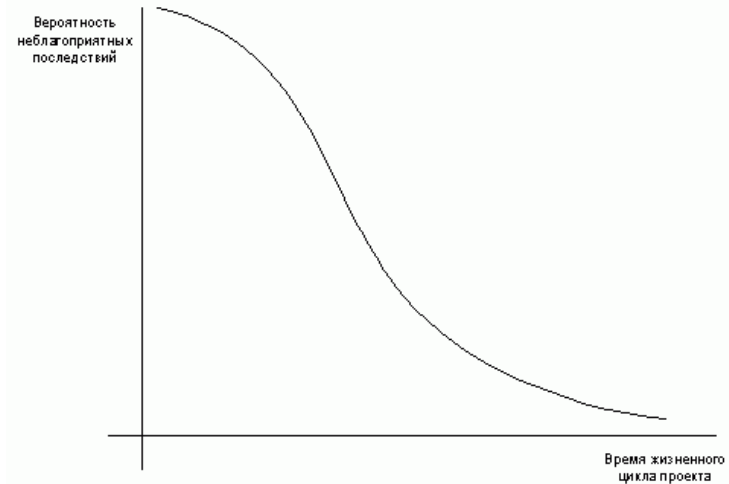

Рис. 2 Зависимость вероятности неблагоприятных последствий от жизненного цикла
- Вероятность неудачи проекта в начале велика и по мере приближения к окончанию проекта риски проекта снижаются (см. рис. 2)